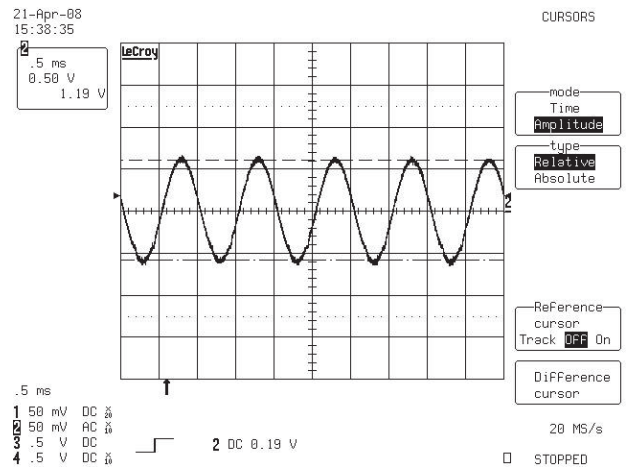

图 21 AV 伴音输出运放输出信号波形
5、频率为 1KHz 的伴音信号输出，运放 U47 输出端（或 C282、C258 处）波形如图 21 所示。